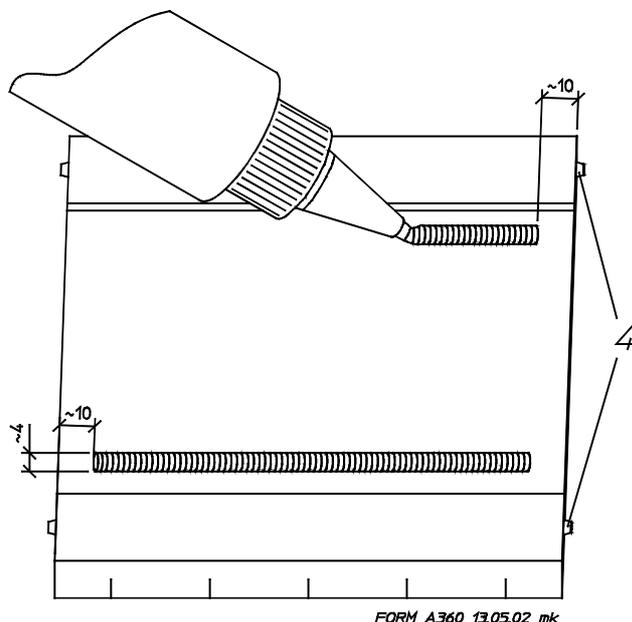

Fig. 1-3
- Appliquer deux bandes de silicone (env. 2 mm de hauteur) sur la partie arrière de la pièce d'insertion → Fig. 1-3.